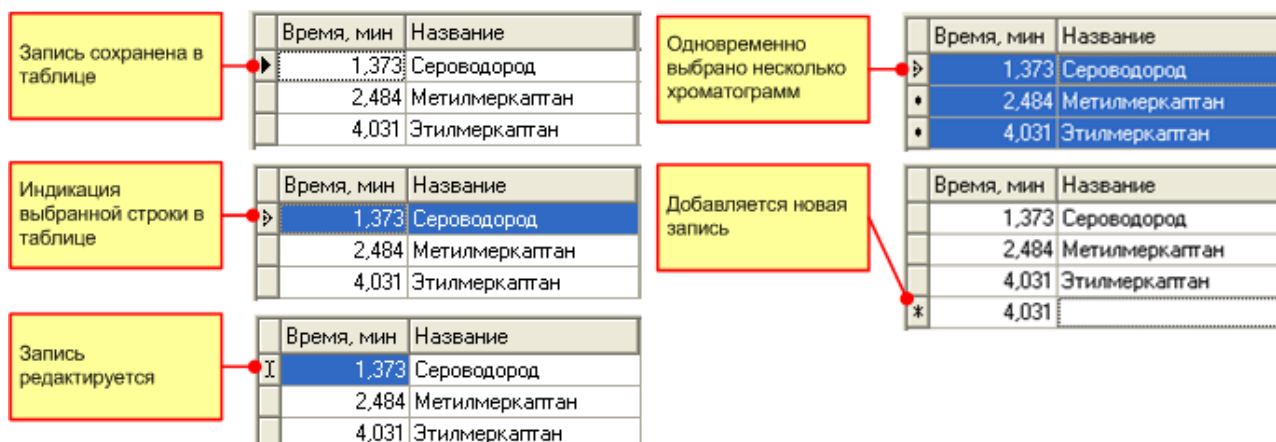

Рисунок 5.18. Индикаторы состояния записей в таблицах
- Включите **индикатор** состояния записей в таблице (см. рисунок 5.18).